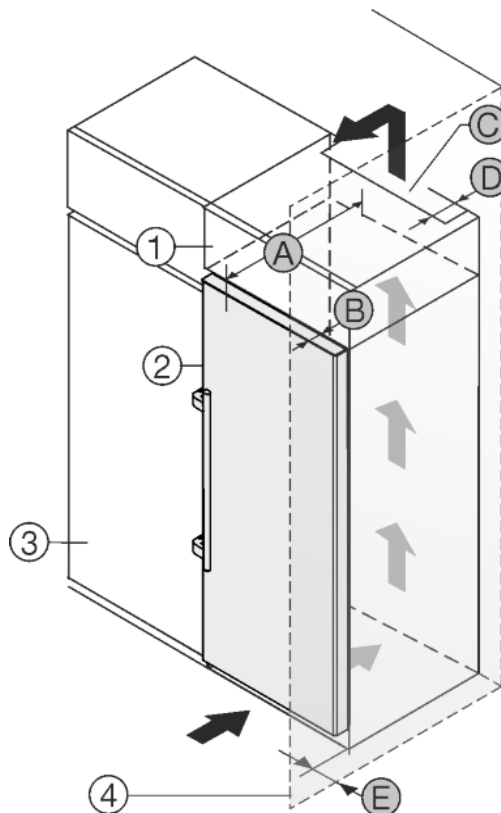

Fig. 22
Устройство может быть окружено кухонными шкафами. Чтобы уравнять устройство *Fig. 22 (2)* по высоте с кухонной стенкой, можно установить над устройством дополнительный шкафчик *Fig. 22 (1)*.
Установить устройство можно непосредственно рядом с кухонным шкафом *Fig. 22 (3)*. Чтобы можно было полностью открыть двери, устройство должно выступать на глубину *Fig. 22 (B)* относительно передней стенки кухонного шкафа. В зависимости от глубины кухонных шкафов и использования пристенных распорок устройство может выступать и больше.
- На задней стенке дополнительного шкафчика должен быть вентиляционный канал с глубиной *Fig. 22 (D)* по всей ширине этого шкафа.
- Нужно соблюдать вентиляционное отверстие *Fig. 22 (C)* под нижней панелью.
Если устройство установлено на шарнирах у стены *Fig. 22 (4)*, то нужно соблюдать расстояние *Fig. 22 (E)* между устройством и стеной. Настолько выступает ручка при открытой дверице.